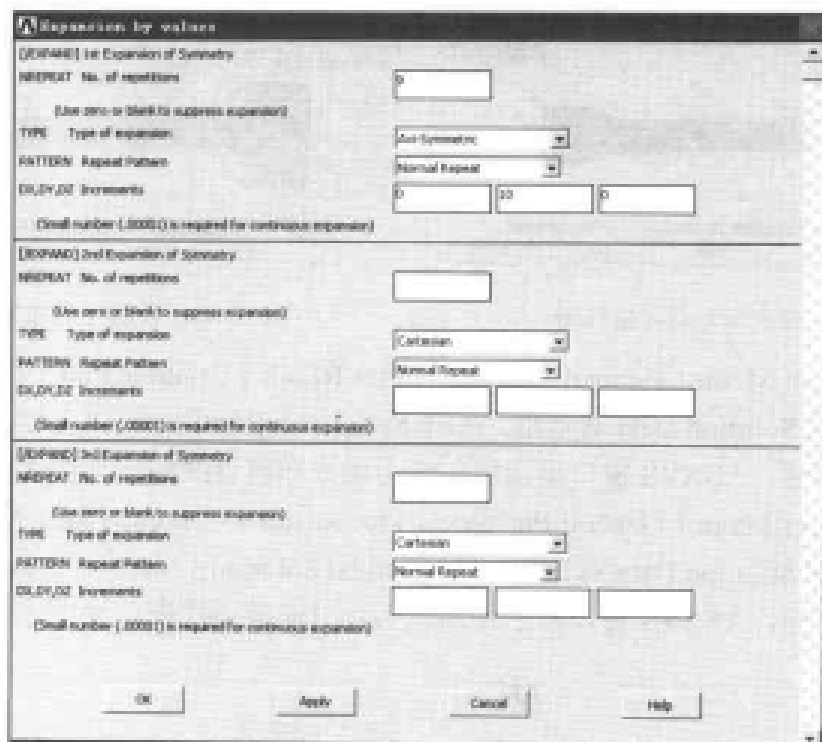

图 13-49 对称扩展对话框
(8) 选择 Utility Menu | PlotCtrls | Style | Symmetry Expansion | User Specified Expansion 命令, 出现 Expansion by values 对话框, 参照图 13-49 对其进行设置, 单击 OK 按钮关闭该对话框。